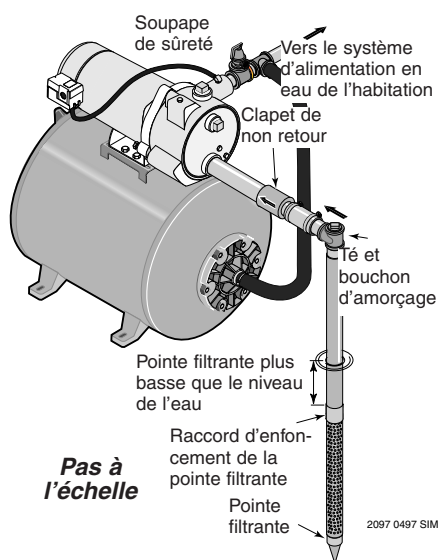

Figure 4 : Installation type sur une pointe filtrante
2. Brancher la pompe sur le système (Se reporter aux Figures 4, 5 et 6). S'assurer que tous les raccords du tuyau d'aspiration sont bien étanches, aussi bien à l'air qu'à l'eau. Si le tuyau d'aspiration aspire de l'air, la pompe ne pompera pas l'eau du puits.
INSTALLATION DE LA POINTE FILTRANTE (Figure 4)